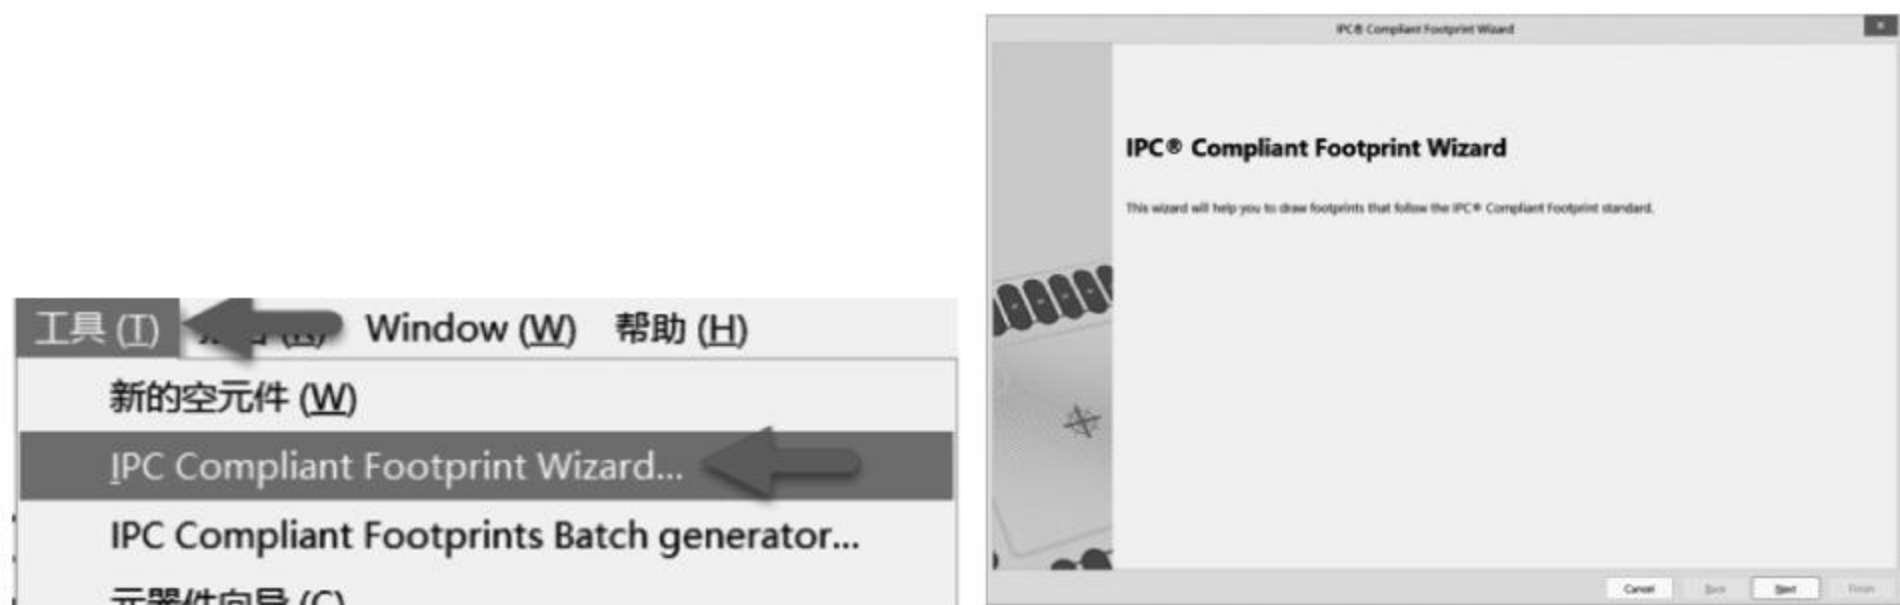

图 3-50 打开 PCB 元件库向导
(1) 在 PCB 元件库编辑界面下,执行菜单栏中“工具”→IPC Compliant Footprint Wizard 命令,弹出 PCB 元件库向导,如图 3-50 所示。